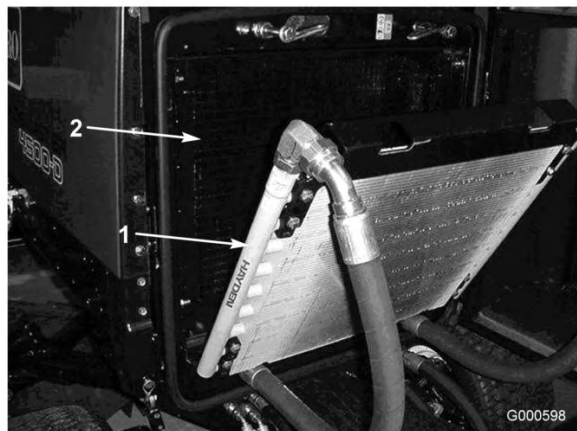

Figure 53
3. Basculez le refroidisseur d'huile en arrière. Nettoyez soigneusement les deux côtés du refroidisseur et la surface autour du radiateur (Figure 53) à l'air comprimé. Commencez par l'avant et soufflez les débris vers l'arrière. Nettoyez ensuite en soufflant de l'arrière vers l'avant. Répétez cette procédure plusieurs fois jusqu'à ce qu'il ne reste plus aucun débris.